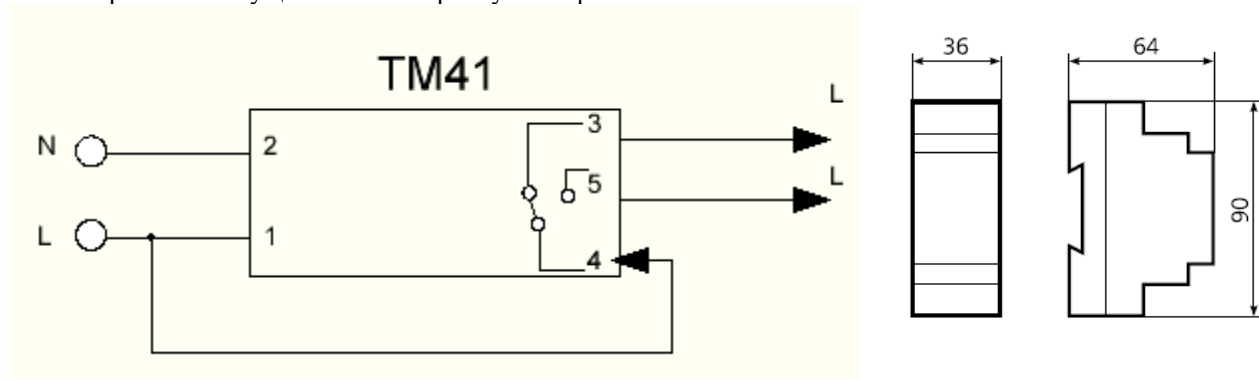

Рисунок 1. Схема подключения и габаритные размеры таймера TM41
Габаритный размер	90х36х64мм (см. Рис.1 п.6)
4.1 При наступлении дня недели и времени, заданных пользователем в памяти реле, происходит автоматическое замыкание или размыкание контактных групп реле (в соответствии с настройкой программы), тем самым происходит коммутация входящей фазы между выходными контактами реле 3 и 5 (см. рисунок 1).
- Подключение реле производить только в соответствии со схемой на Рис.1.